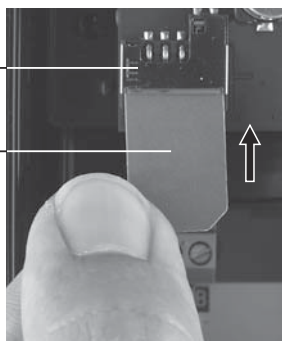

Рис. 4 Установка SIM-карты
3. Вставить SIM-карту в CIM 260 или CIM 280. См. рис. 4.
Скошенный угол SIM-карты должен быть направлен вниз. См. рис. 4.